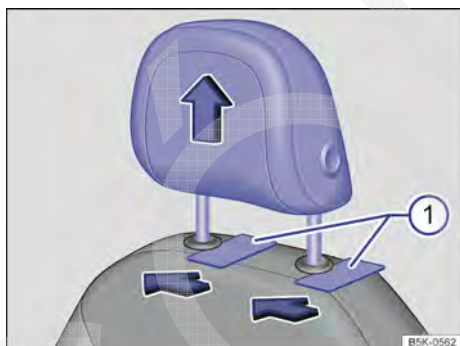

Fig. 39 Apoio para cabeça dianteiro: remover
- Para desbloquear, empurrar objetos chatos, por exemplo, cartões de plástico, entre o revestimento do encosto do banco e as capas de cobertura das barras guia do apoio para cabeça → Fig. 39 ①, enquanto uma segunda pessoa puxa totalmente para baixo apoio para cabeça.